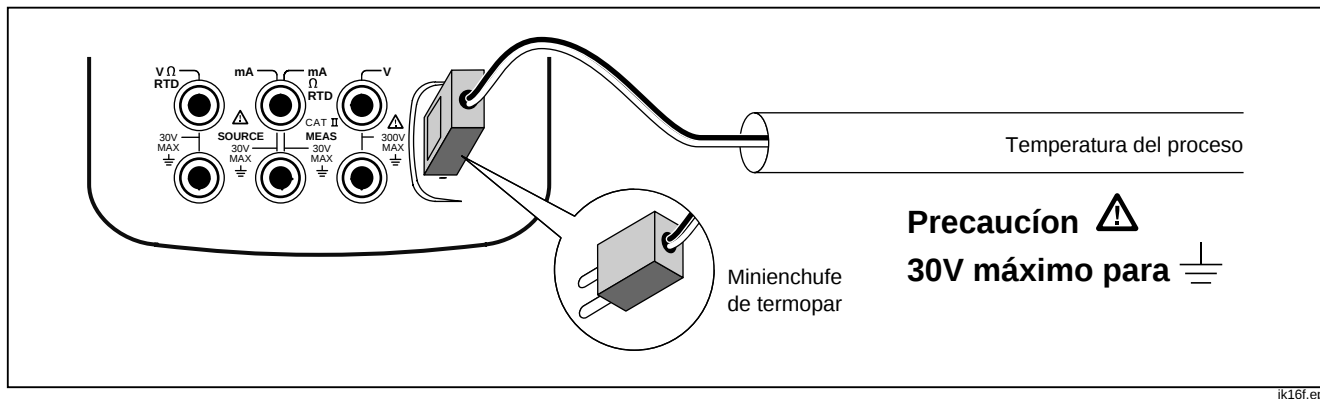

Figura 13. Medición de temperatura con un termopar
1. Conecte los conductores del termopar al minienchufe de TC adecuado, después a la entrada/salida del TC tal como se muestra en la Figura 13. *Una de las espigas es más ancha que la otra. No trate de enchufar un minienchufe forzándolo en una polarización incorrecta.*